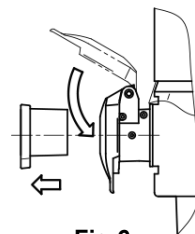

Fig.6
- 3) フラップバルブからホースカプラ（FM40-50P）やホースを抜き、フラップバルブを閉じてください。(Fig.6)